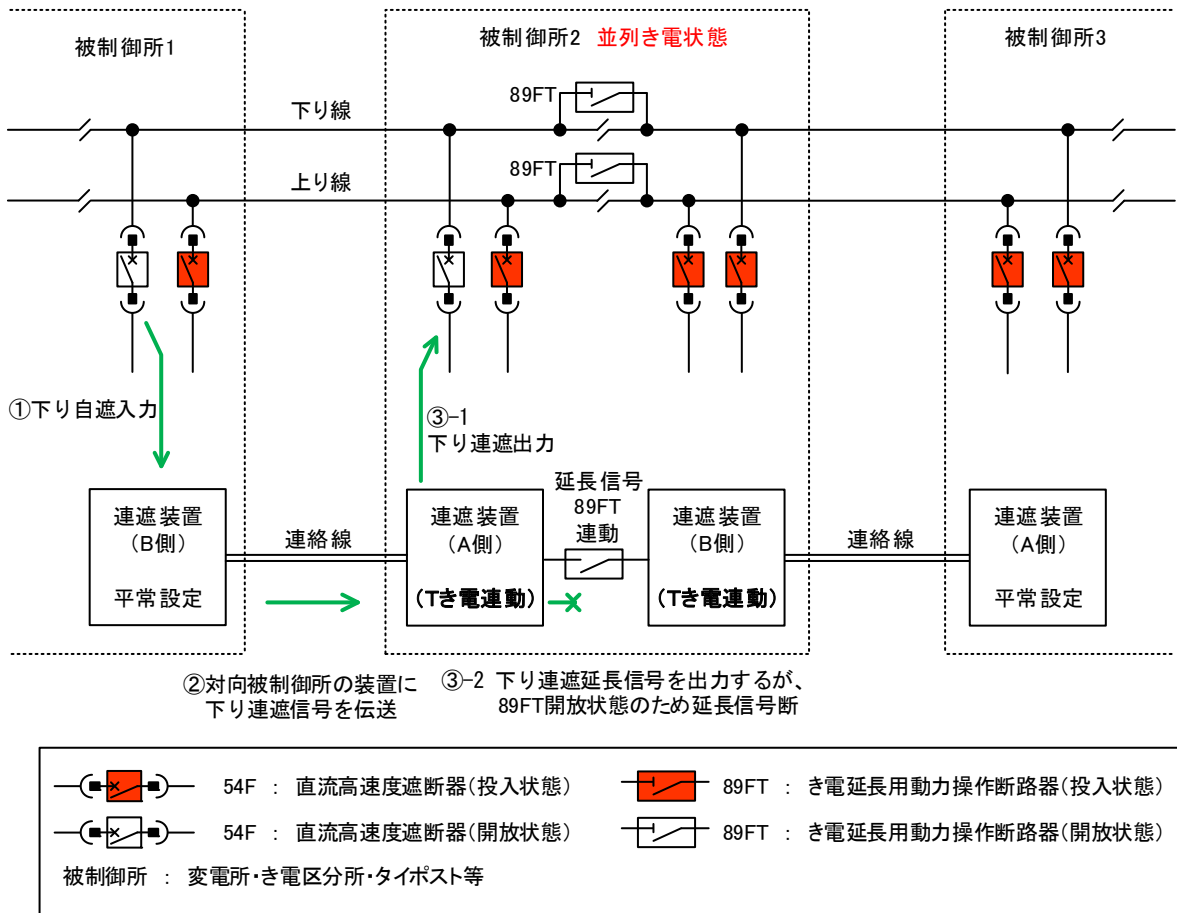
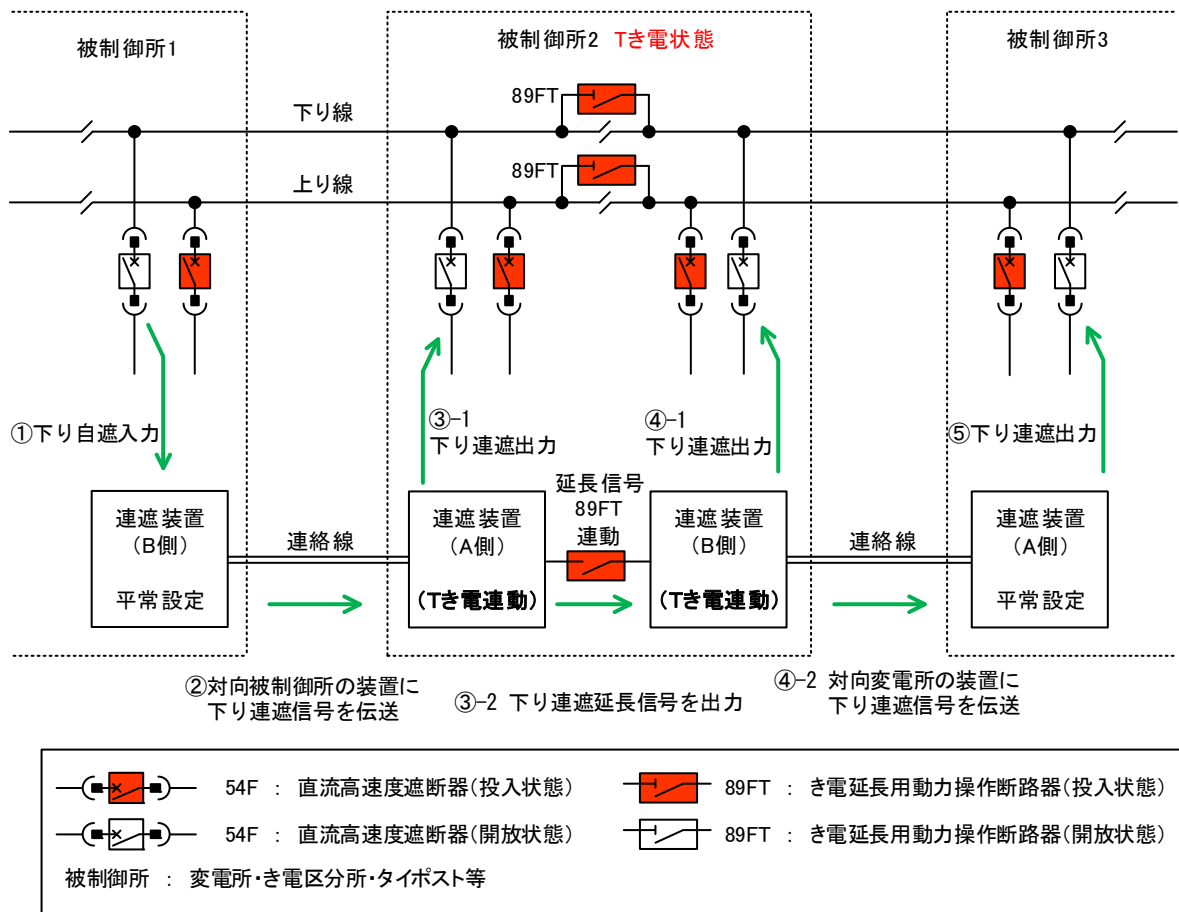

図 1-7. 搬送形連絡遮断装置の動作例 [89FT 開放状態(並列き電)の場合]
図 1-8. 搬送形連絡遮断装置の動作例 [89FT 開放状態(Tき電)の場合]
■動作例(4) 89FT 開放状態(並列き電)の場合の下り自遮入力 【HR-23H-1 型】
図 1-7 の被制御所 2 の 89FT 条件が開放状態(並列き電状態)の場合の HR-23H-1 型の動作例です。HR-23H-1 型の装置はき電状態の選択が無く、全てTき電連動となっています。このとき、被制御所 1 の B 側連遮装置に「下り自遮」の信号を入力した場合、装置は以下の①⇒②⇒③のように動作します(図 1-7)。
- ① 被制御所 1 の B 側連遮装置に「下り自遮」の信号を入力
- ② 被制御所 1 の B 側連遮装置が対向する被制御所 2 の A 側連遮装置に「下り連遮」の信号を伝送
- ③-1 被制御所 2 の A 側連遮装置が「下り連遮」の信号を出力
- ③-2 被制御所 2 の A 側連遮装置が「下り連遮延長」の信号を B 側連遮装置に出力するが、89FT が開放状態のため B 側連遮装置には信号が入力されない。
■動作例(5) 89FT 投入状態(T き電)の場合の下り自遮入力 【HR-23H-1 型】
図 1-8 の被制御所 2 の 89FT条件が投入状態(T き電状態)の場合の HR-23H-1 型の動作例です。HR-23H-1 型の装置はき電状態の選択が無く、全てTき電連動となっています。被制御所 1 の B 側連遮装置に「下り自遮」の信号を入力した場合、装置は以下の①⇒②⇒③⇒④⇒⑤のように動作します(図 1-7)。
- ③-2 被制御所 2 の A 側連遮装置が「下り連遮延長」の信号を B 側連遮装置に出力
- ④-1 被制御所 2 の B 側連遮装置が「下り連遮」の信号を出力
- ④-2 被制御所 2 の B 側連遮装置が対向する被制御所 3 の A 側連遮装置に「下り連遮」の信号を伝送
- ⑤ 被制御所 3 の A 側連遮装置が「下り連遮」の信号を出力